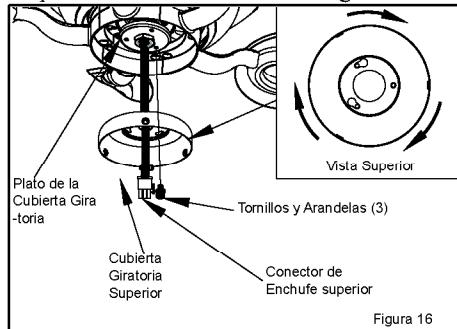

Figura 16
1. Retire uno de los tornillos (y arandela) del plato de la cubierta giratoria debajo del motor. Suelte pero no retire los otros dos tornillos (y arandelas). Ver figura 16.
4. Gire la cubierta giratoria superior hacia la izquierda hasta que los dos tornillos (y arandelas) estén situadas en el lado angosto de las ranuras tal como se muestra en la figura 16.